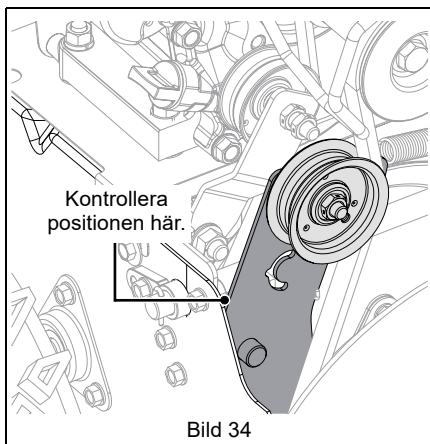

Bild 34
5. Kontrollera att skruvkopplingen är i friläge och se till att skruvspännarmen ligger an lätt mot ramen. Se Bild 34.